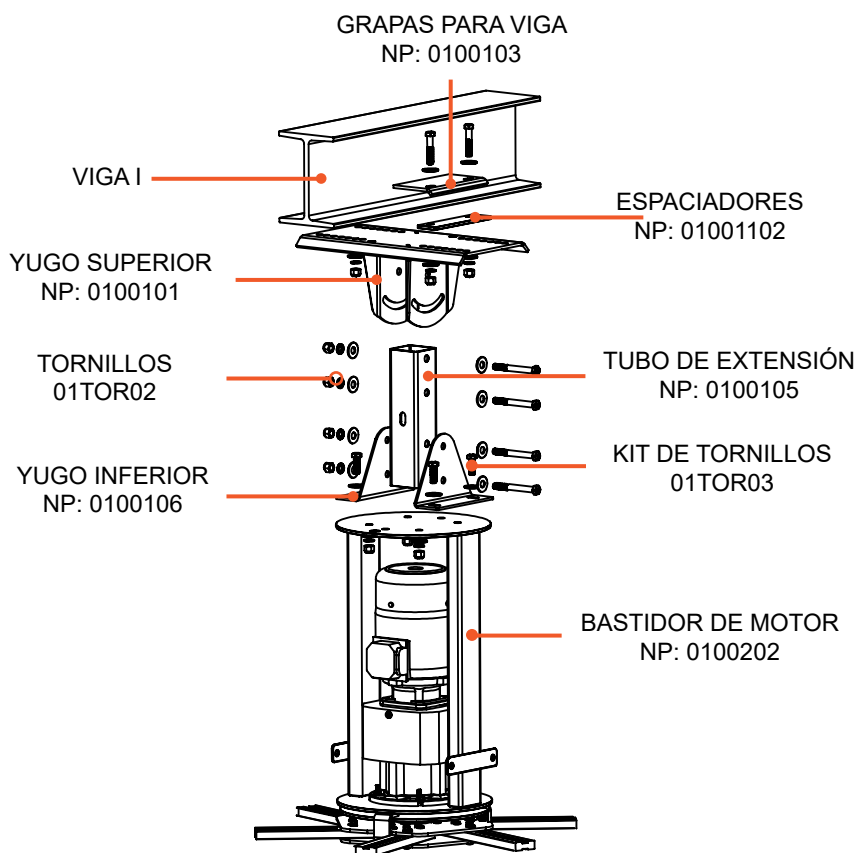

Fig 3.1
- 5- En caso de que el espesor del patín de la viga sea de 3/8" o mayor, es necesario colocar los espaciadores entre el yugo superior y las grapas. Fig. 3.1.